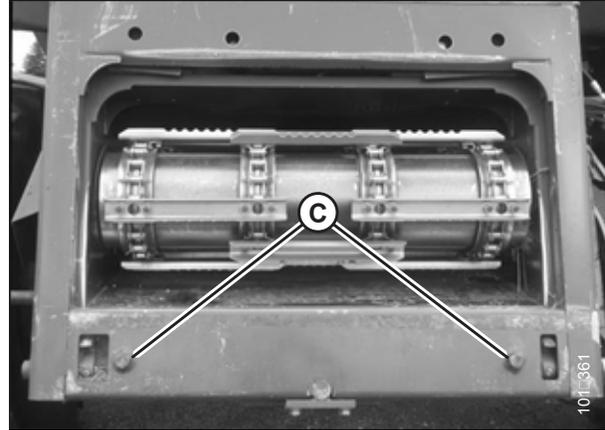

Abbildung 4.53: AGCO Anbaunasen
3. Den Mähdrescher anlassen und langsam auf das Schneidwerk zufahren, bis der Schrägförderer direkt unter dem Aufnahmerahmen am Floatmodul (A) ist und die Verriegelungsbolzen (C) (siehe Abb. 4.53, Seite 374) am Schrägförderer auf die Rundlöcher (B) im Floatmodul-Tragrahmen ausgerichtet sind.